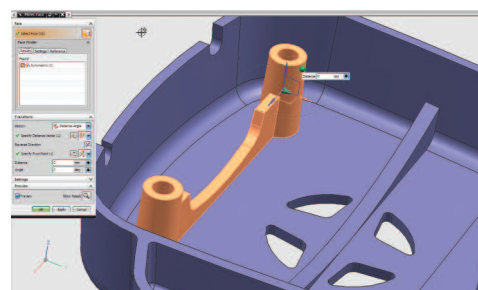

图 3：选择要移动的几何体。
2. 选择要移动的几何体 (在本示例中为两根支柱以及横跨其间的筋板，如图 3 所示)。